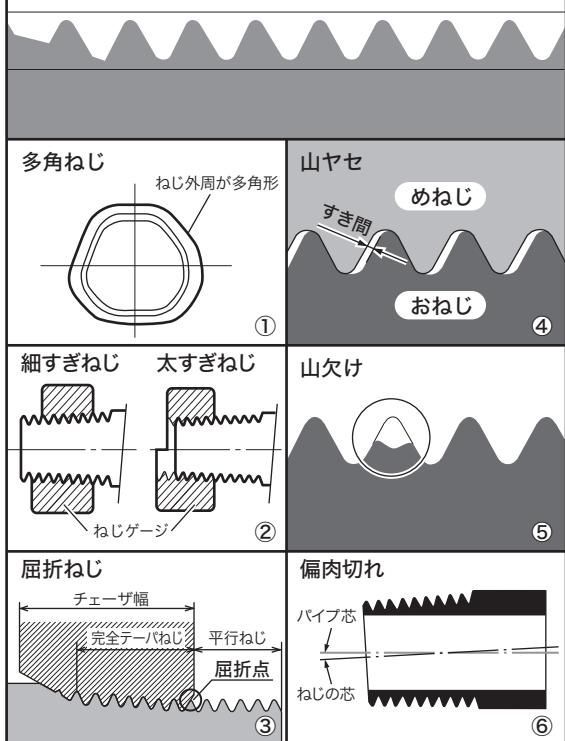

図 44
■悪いねじについて(図 44)
①多角ねじ(図 44- ①)
②ねじ径の細すぎ、太すぎ(図 44- ②)
③屈折ねじ(手動切上ダイヘッドの場合)(図 44- ③)
④切られたねじの山ヤセ(図 44- ④)
⑤切られたねじの山欠け(図 44- ⑤)
⑥パイプに対してのねじの偏肉切れ(図 44- ⑥)